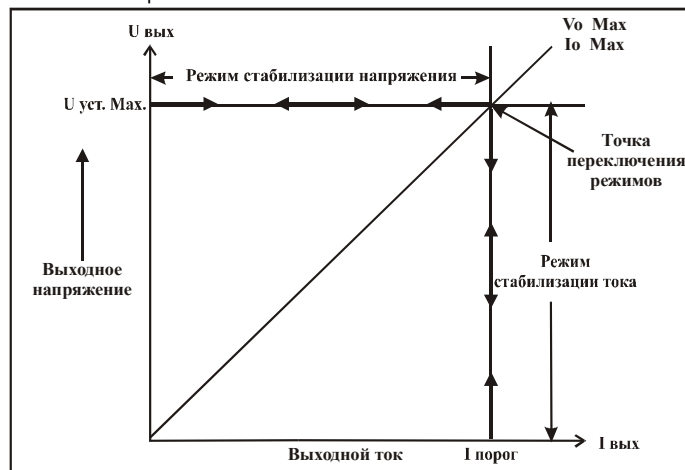

Рис. 2.1. Процесс переключения режимов стабилизации CV и CC
Рабочая вольтамперная характеристика источника питания данной серии называется ВАХ с автоматическим переключением режимов. Это означает, что при изменении сопротивления нагрузки автоматически происходит переключение из режима стабилизации напряжения (CV) в режим стабилизации тока (CC) и наоборот. Точка пересечения значений установленного предела по току ($I_{\text{порог.}}$) и максимального значения выходного напряжения ($U_{\text{уст. max}}$) называется точкой переключения режимов. На рис. 2.1 показана зависимость положения точки переключения от величины тока нагрузки. В моделях данной серии с инд «А» имеется возможность ручного принудительного задания приоритета одного из режимов стабилизации.